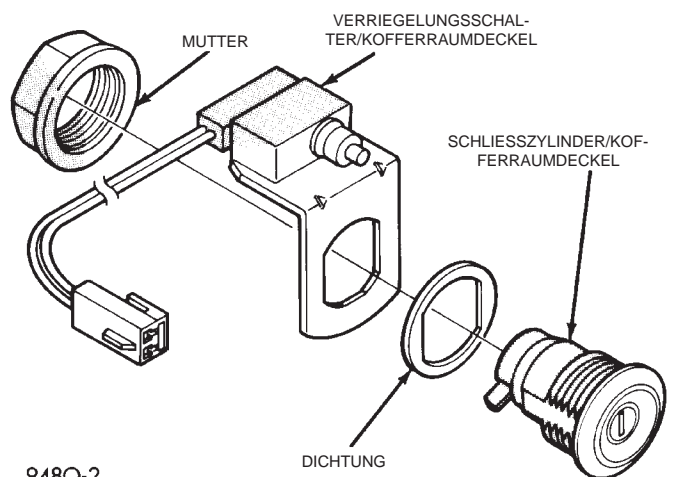

Abb. 2 Verriegelungsschalter am Kofferraumdeckel
(1) Näheres zum Aus- und Einbau des Schließzylinders des Verriegelungsschalters am Kofferraumdeckel siehe Kapitel 23, "Karosserie".
(2) Steckverbinder abziehen (Abb. 2) und Schließzylinder des Verriegelungsschalters von der Halterung abnehmen.